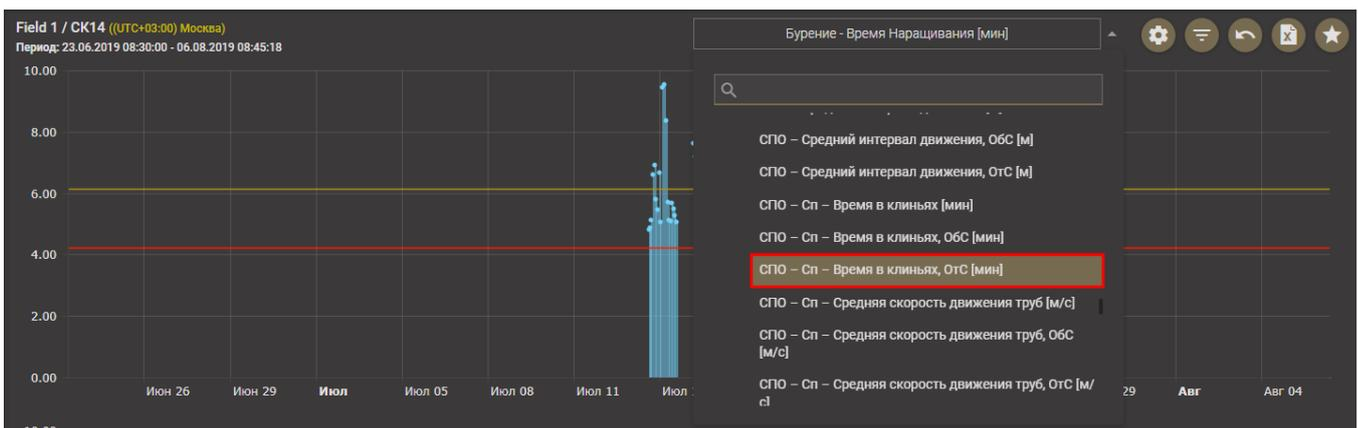

Рис. 2.45
- 1) Выбрать показатель эффективности, который будет представлен на диаграмме. Для этого следует раскрыть выпадающий список и выбрать нужный показатель (рис. 2.45).